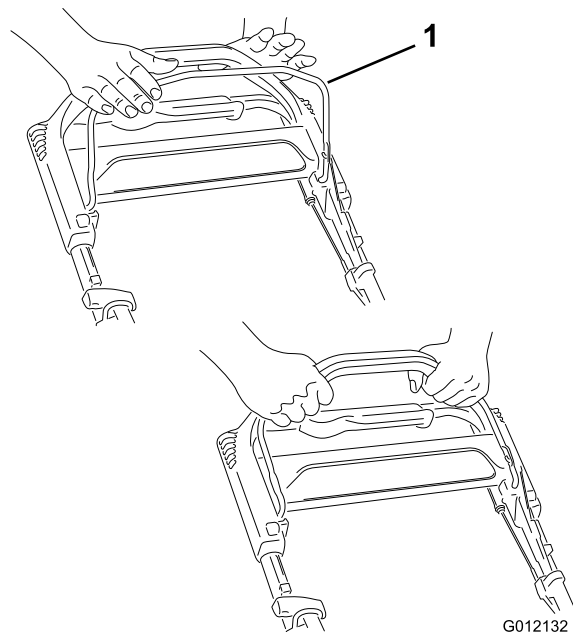

Figura 12
2. Sujete la barra de control de la cuchilla (Figura 12) contra el manillar.